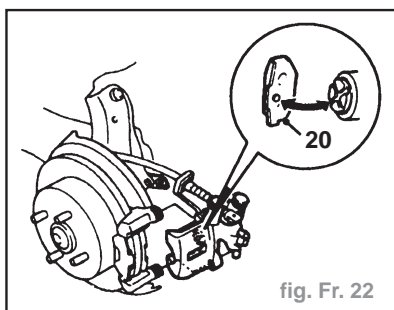

fig. Fr. 22
- Contrôler que l'oreille de la plaquette de frein (20) s'engage dans la fente cruciforme du piston (fig. Fr. 22).